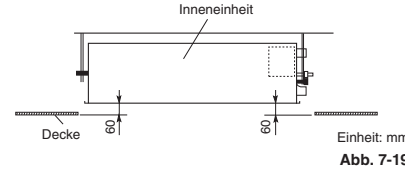

Abb. 7-19
- (1) Den Abstand zwischen der Einheit und der Deckenfläche (60 mm) mit den beiden Sechskantmuttern der Installationslehre folgend abgleichen, wie in Abb. 7-19 gezeigt.